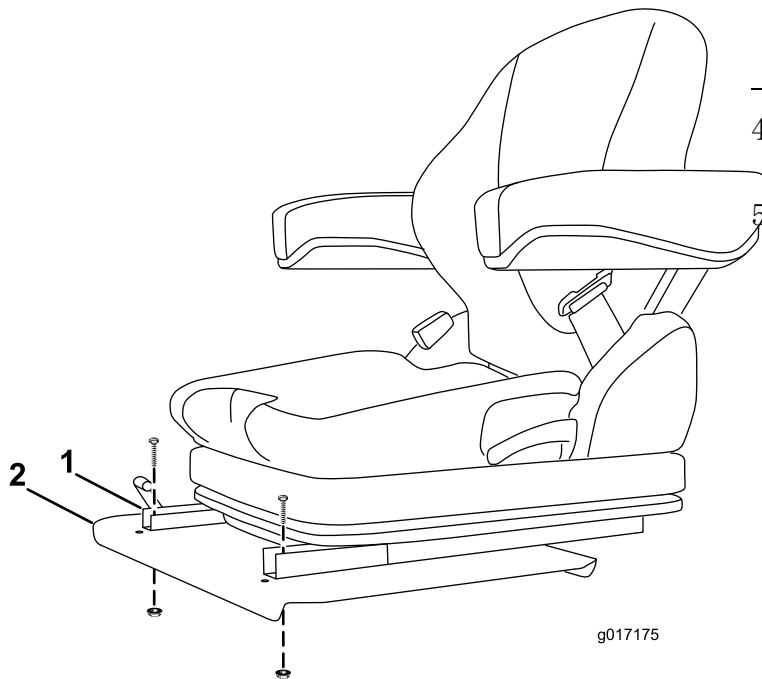

図 9
2. ボルトをフランジナットで、各シートスライドの前部をシートプレートに固定する (図 9)。